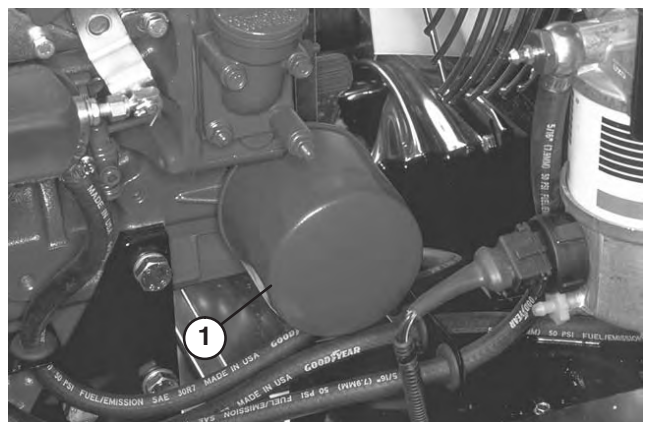

Figure 31
2. Déposez le filtre à huile (Fig. 31). Appliquez une fine couche d'huile propre sur le joint du filtre de rechange avant de le visser en place. **NE SERREZ PAS EXCESSIVEMENT**